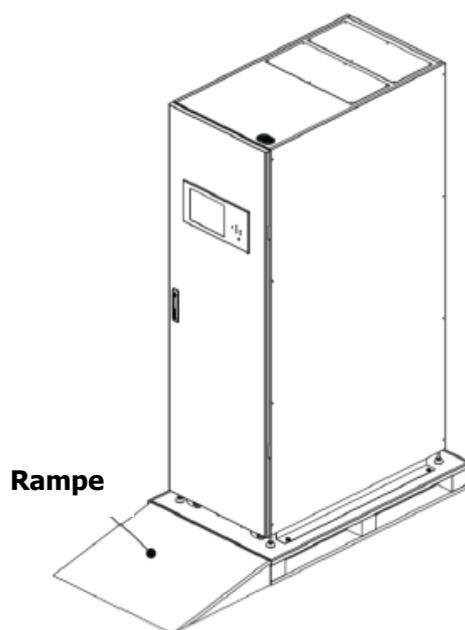

Figure 2-3
3. Placez une rampe devant l'armoire. Reportez-vous la figure 2-3.